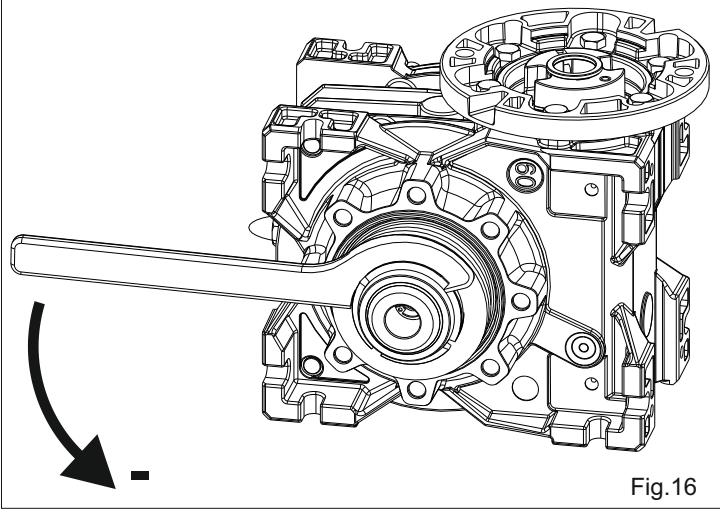

Fig.16
- Pour diminuer le couple, tourner la clé **en sens inverse des aiguilles d'une montre** (Fig.16).